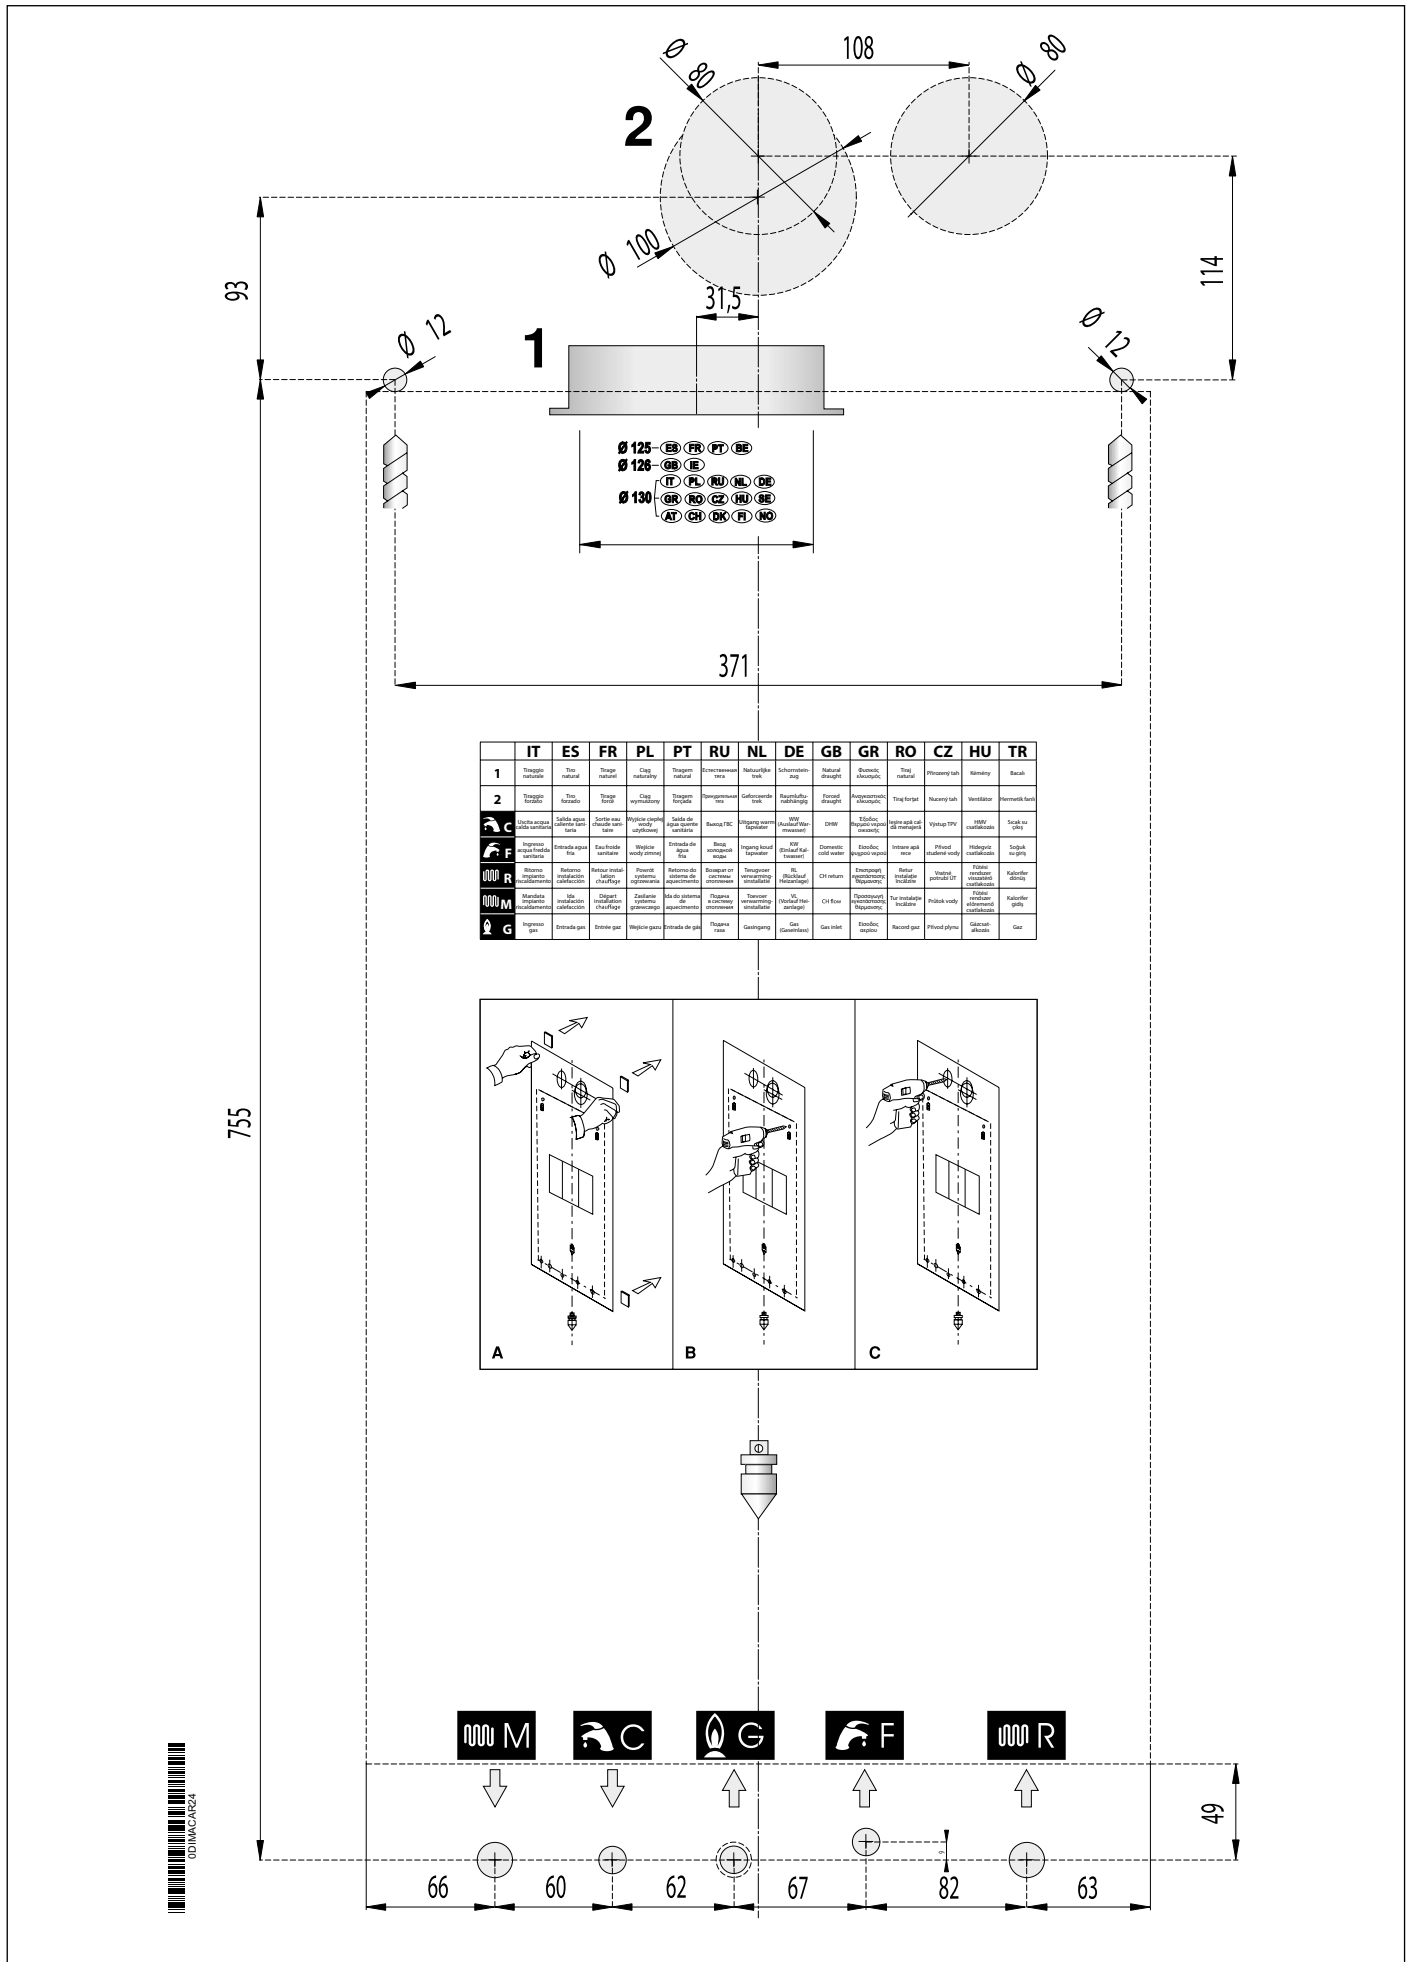

Fig. 7 Dima in carta
- la dima di fissaggio della caldaia al muro (Vedi Fig. 7 Dima in carta).
Ogni apparecchio è corredato di un'apposita dima in carta contenuta nell'imballo (vedi Fig. 7 Dima in carta).